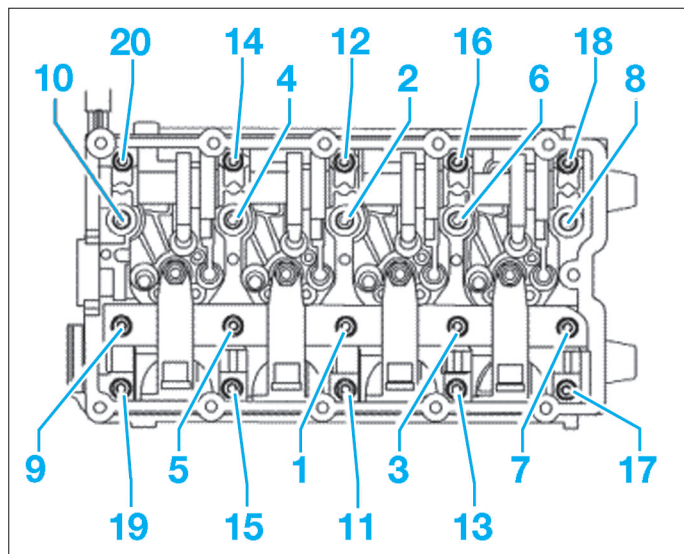

Fig. 74
- [6]. Outil de repose de joint de sortie d'arbre à cames (ref. T20081B/1) (Fig.74).
- [7]. Outil de repose de joint de sortie d'arbre à cames (ref. T20081B/3) (Fig.74).
- dans l'ordre indiqué serrer les vis du palier d'arbres à cames (Fig.74),
- les vis (1), (3), (5), (7) et (9) de la rampe de culbuteurs d'injecteur-pompe de 90° supplémentaire.